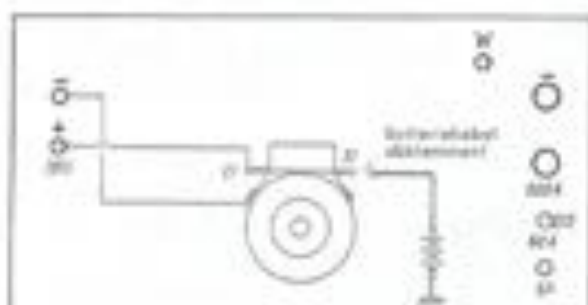

Abb. 1	Füllen der Lastschichtplanung bei Ausweitung auf geeigneter Variable hochgehaltene Spezialanforderungen
1. Batteriesymbol & Volt (V).
4. Leuchtmittel am Durchgang des Ankers aufliegen (siehe Abb. 1). Der Anker wird bei der Prüfung langsam gedreht. Es ist zu beachten, daß bei jeder Prüfung die benutzten Leuchten nicht ausgetauscht werden (siehe Pfeilrichtung Abb. 1). Bei einer unbedingten Wahrung leuchtet in jedem Fall die Glühlampe des Leuchtmittels auf. Kippschalter wird ebenfalls durch Aufklopfen betätigt, hier hilft Anheben und sanftes Ausrücken der Kathodenlampe, bis kein Licht mehr erscheint. Durchschauen oder Unterbrechung am Anker wird festgestellt, indem man den Anker erst ganz und dann erst ausgedreht. Drauf am Kathoden unterseht, ob dies nicht der Fall, denn wird der ganze Kathoden Ionen ausströmen und der Anker wird